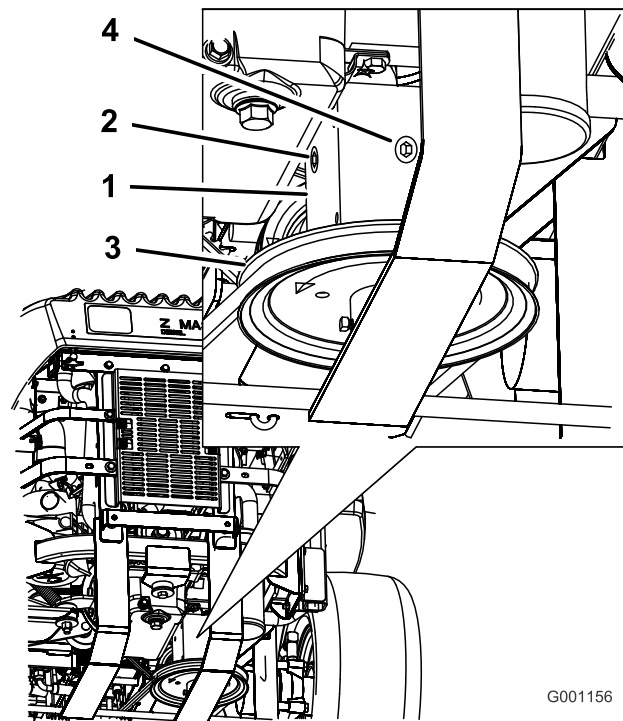

Figura 80
3. Retire el tapón lateral o trasero de la caja de engranajes (Figura 80).